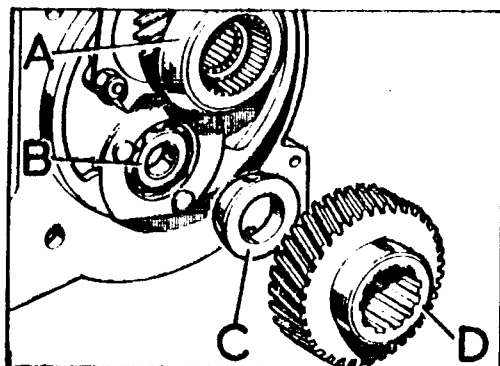

Fig. C-77 Posición de la pieza cónica separadora
- 2.2. Asegurarse de que el cojinete del primario está en su sitio, y montar la pieza cónica separadora, C (Fig. C-77) y el engranaje de toma constante, D, engranando con el piñón primario, A, en la cara posterior del cárter de embrague.